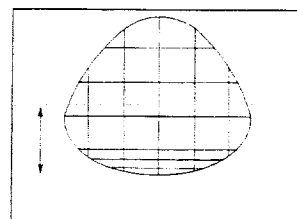

Fig. 4
- Ajuster la Symétrie Verticale pour obtenir une image symétrique entre le haut et le bas (fig. 4).